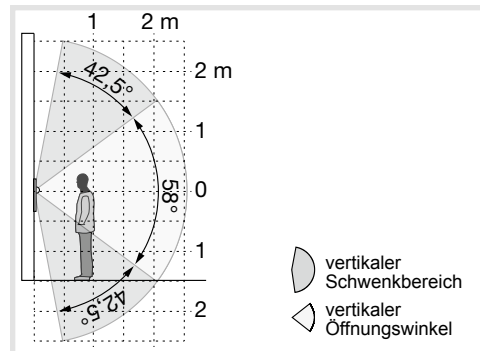

Bild 15: Vertikale Kameraausrichtung
- Kamera ausrichten (Bild 15/16). Der Eingangsbereich ist auf dem Display der Innenstation Video gut einsehbar.
- Kamera mit der Schraube (4) wieder fixieren.